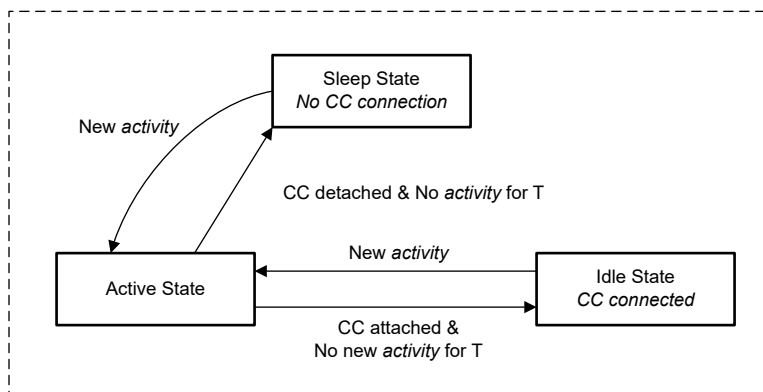

図 8-38. 電力状態のフロー図
TPS26741E-Q1 は、以下の 4 つの異なる電源状態のいずれかで動作します。アクティブ、アイドル、スリープ、シャットダウン。表 8-9 に、各状態で使用できる機能の概要を示します。デバイスは、アクティブに必要な回路に基づいて電力状態間を自動的に遷移します。図 8-38 を参照してください。スリープ状態では、TPS26741E-Q1 は Type-C 接続またはアクティブ状態への移行を必要とする他のアクティビティを検出します (液体検出アクション)。アクティブモードからアイドルモードに移行するには、以下のアクティビティがない期間 (T) が必要です。